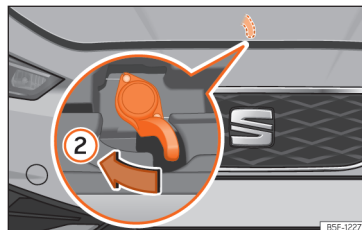

Abb. 220 Hebel unter der Motorraumklappe.
- Um die Frontklappe zu öffnen, drücken Sie den unterhalb der Frontklappe mittig vorgesehenen Hebel mit der Hand nach links » » **[Abb. 220]** (2). Die Fanghaken werden entriegelt.